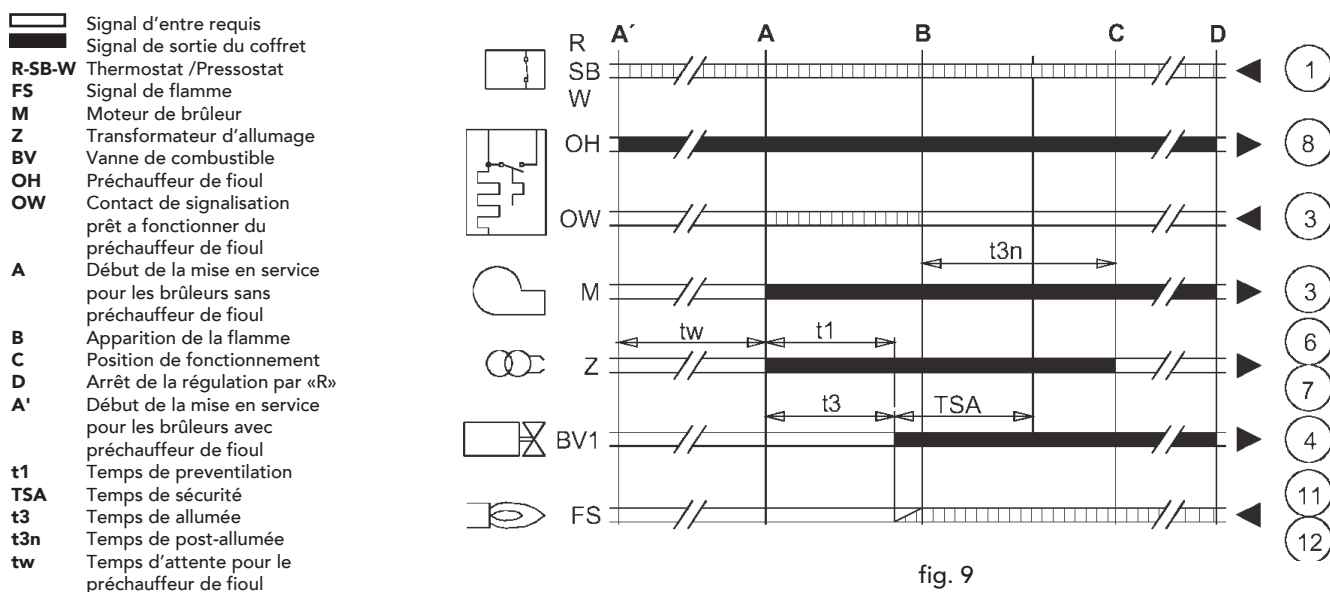

fig. 9
- Le fonctionnement commence, voir les figures 10a et 10b et le diagramme de la fig. 9: